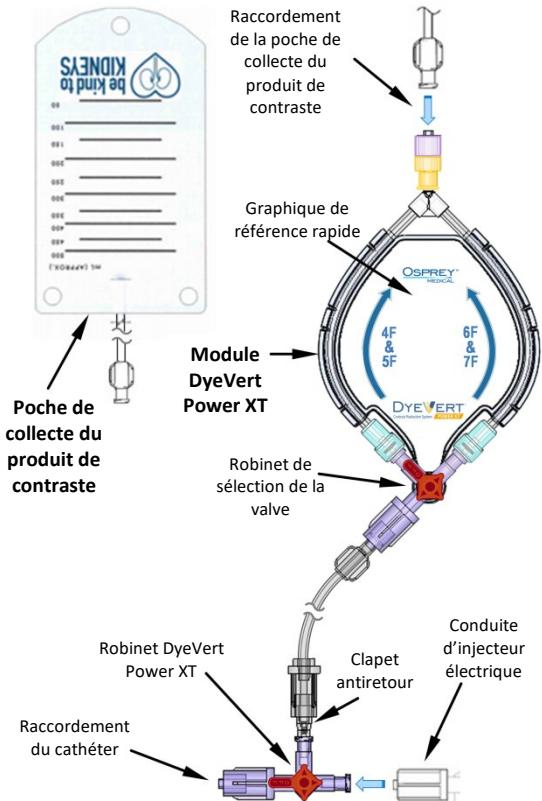
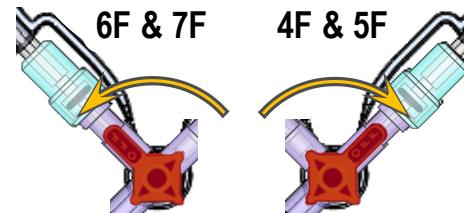

Figure 1 – Assemblage et composants du dispositif
Figure 4 – Robinet de sélection de la valve DyeVert
- 3) Raccorder le Luer femelle du robinet DyeVert Power XT au Luer mâle à l'extrémité de la conduite d'injecteur électrique. (Voir Figure 1)
- 4) S'assurer que le robinet DyeVert Power XT est orienté sur OFF vers le raccordement du cathéter et sur ON vers le *robinet de sélection de la valve*. (Voir Figure 1)
- 8) Relier la poche de collecte du produit de contraste au raccord Luer situé à l'extrémité distale du DyeVert Power XT. (Voir Figure 1)
- a. En fonction de la taille du cathéter utilisé pour la procédure et selon le débit, comme illustré en Figure 1, orienter le *robinet de sélection de la valve* vers la position « 4F & 5F » ou « 6F & 7F » correspondante. (Voir Figure 4)